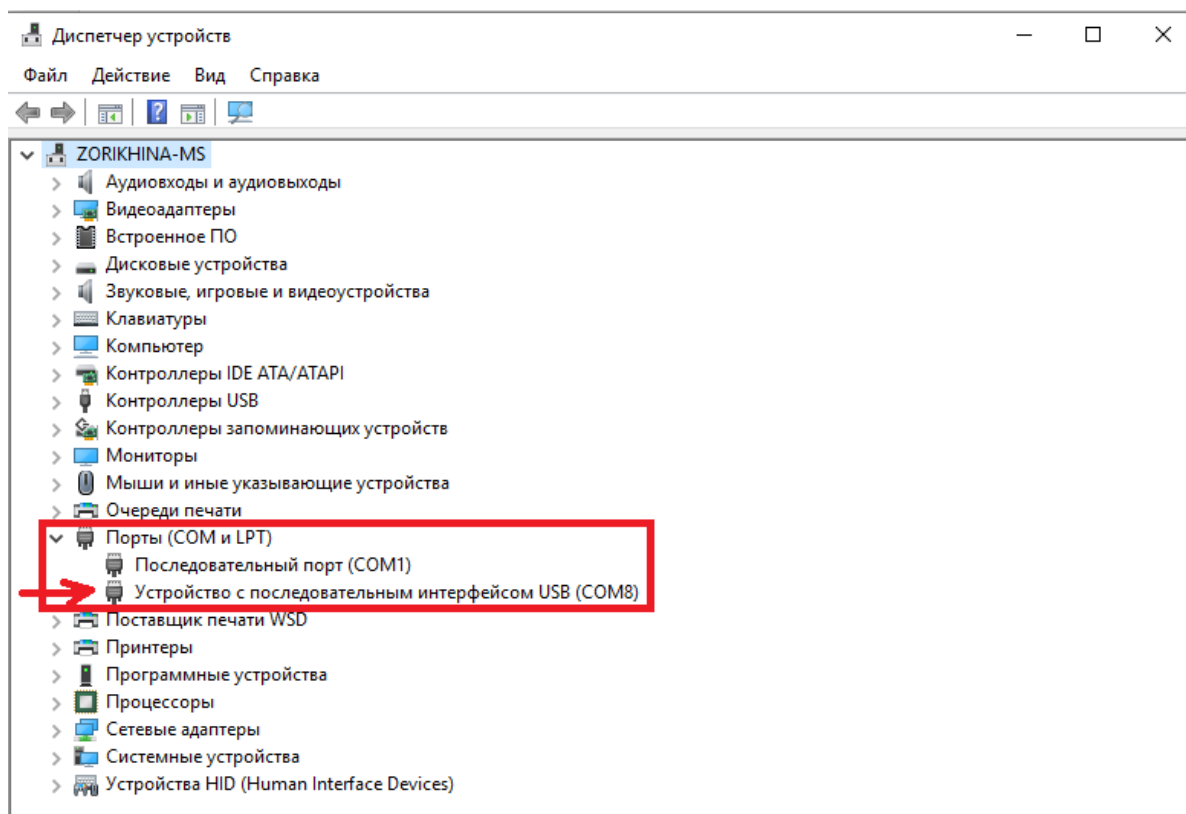

Рисунок 5 – АИ-200М в списке COM-портов
9.3.1 После установки драйверов или настройки устройства номер COM-порта будет назначен автоматически – узнать его можно в списке COM-портов, пройдя путь «Панель управления → Диспетчер устройств → Порты (COM и LPT)» (см. рисунок 5). В списке будет находиться пункт «**Устройство с последовательным интерфейсом USB (COMx)**», где x – номер порта». Изменить назначенный номер можно в свойствах порта (через контекстное меню Диспетчера устройств: щёлкнуть ПКМ на порте, выбрать пункт **Свойства**, вкладку **Параметры порта**, нажать кнопку **Дополнительно**, и настроить **Номер COM-порта**).